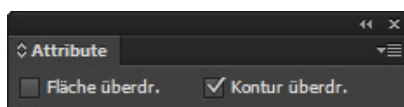

Abb. 2
5. Stellen Sie die Kontur auf überdrucken, s. Abb. 2.
4. Ganz wichtig! Vektorflächen/Konturen auf überdrucken stellen., s. Abb. 2